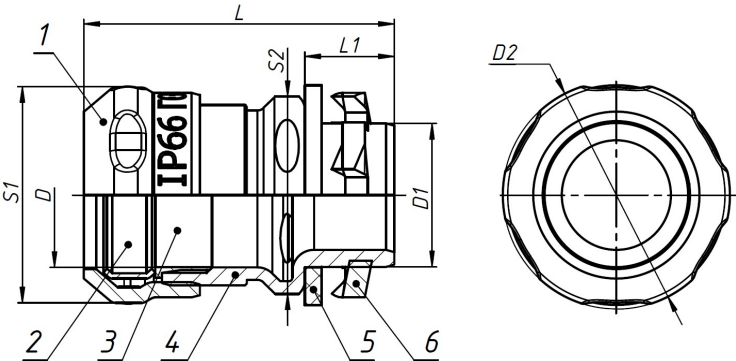

Рисунок 1 - Муфта соединительная IP66 ГОФРОМАТИК
Муфта вводная IP66 ГОФРОМАТИК состоит из: корпуса (4), кольца стопорного цангового (2), кольца уплотнительного (3), гайки накидной (1), прокладки (5) и гайки установочной заземляющей (6) (см. рисунок 1).